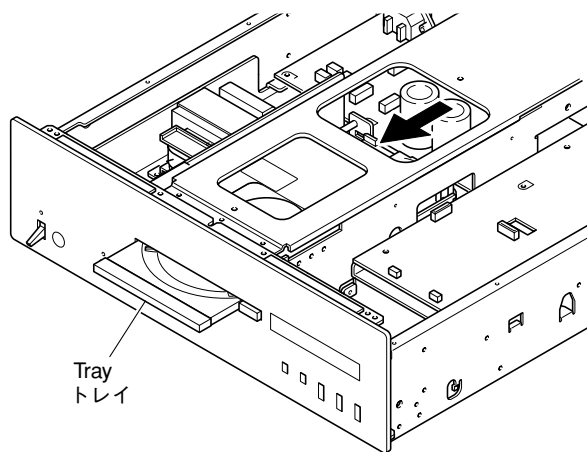

Fig. 3
- Push out the tray by pushing its rear. (Fig. 3)
- トレイの後方を押し、トレイを押し出します。(Fig. 3)